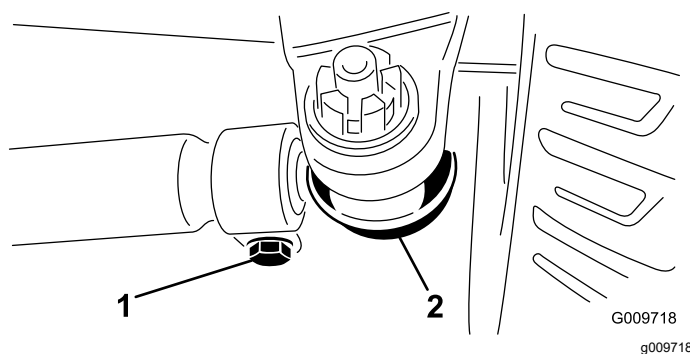

Figure 83
3. Pour le régler, retirez la goupille fendue et l'écrou de l'une des rotules de biellette (Figure 83). Déposez la rotule de biellette du support du carter de pont.
4. Desserrez les fixations aux deux extrémités des biellettes (Figure 83).